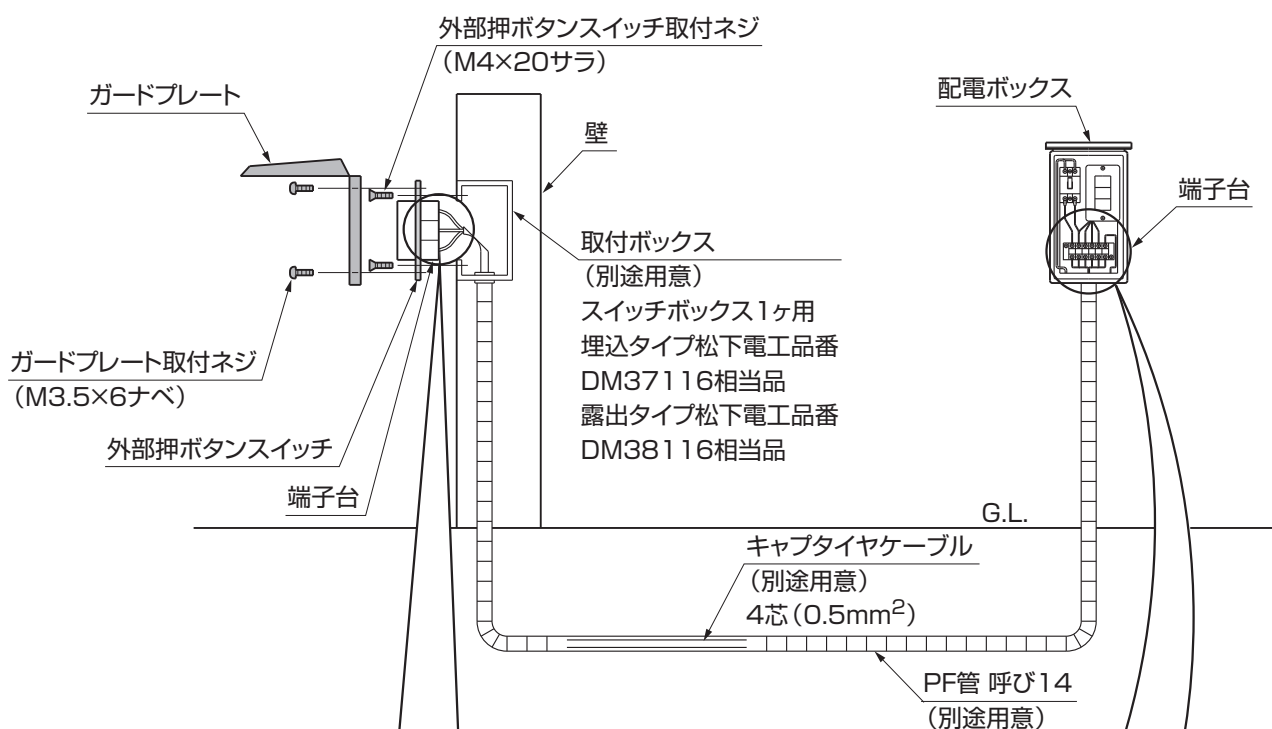

図15-1
- ①取付ボックス (市販スイッチボックス1ヶ用) を用意してください。(図15-1参照)
- ④外部押ボタンスイッチを取付ボックス(別途用意)に「外部押ボタンスイッチ取付ネジ」で固定してください。(図15-1参照)
- ⑤ガードプレートを外押ボタンスイッチに「ガードプレート取付ネジ」で取付けてください。(図15-1参照)
- ⑥ガードプレート外周をシーリングしてください。